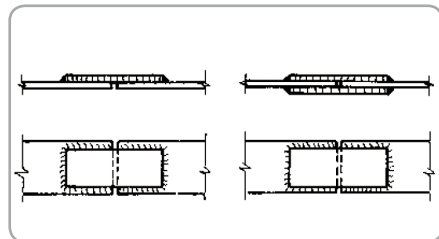

Fig.17
- Îmbinări sudate cu eclise. Fig. 17